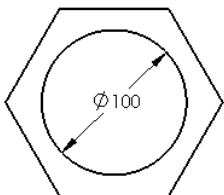

图 6.3.38 折断引线, 水平文字
- ☒ “折断引线, 水平文字”按钮 : 单击该按钮, 尺寸文本保持水平, 如果尺寸文本位于圆内, 将打断引线放置, 如图 6.3.38 所示; 如果尺寸文本位于圆外, 将以折弯引线的形式放置。